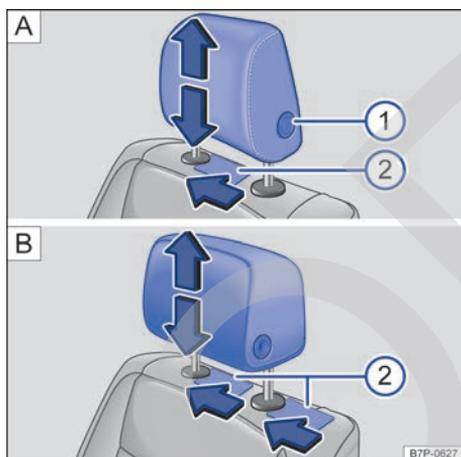

Fig. 100 Desmontaje de los apoyacabezas delanteros: **A** Apoyacabezas con ajuste longitudinal y **B** apoyacabezas sin ajuste longitudinal.
- Para desbloquear el apoyacabezas, utilice un objeto plano, p. ej., una tarjeta de plástico → **fig. 100 ② A**.